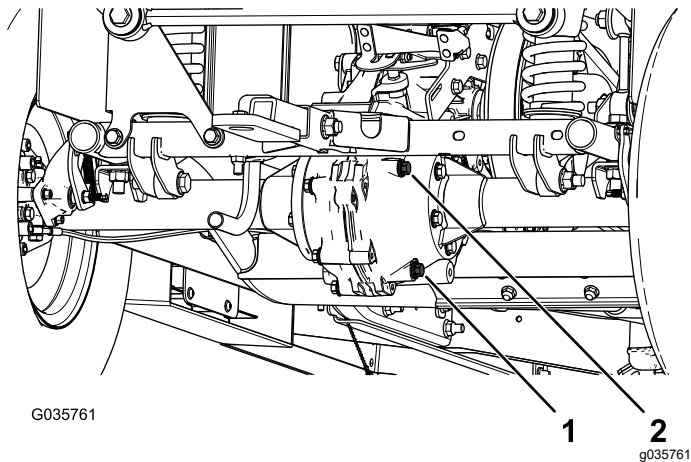

Figura 56
4. Retire el tapón de llenado del transeje (Figura 56).
5. Si el nivel de fluido es bajo, retire el tapón de llenado y añada el fluido especificado hasta que salga del orificio (Figura 56).
1. Coloque un recipiente debajo del tapón de vaciado (Figura 56).
2. Retire el tapón de llenado y la junta (Figura 56).
3. Retire el tapón de vaciado y la junta y deje que el fluido se drene completamente (Figura 56).